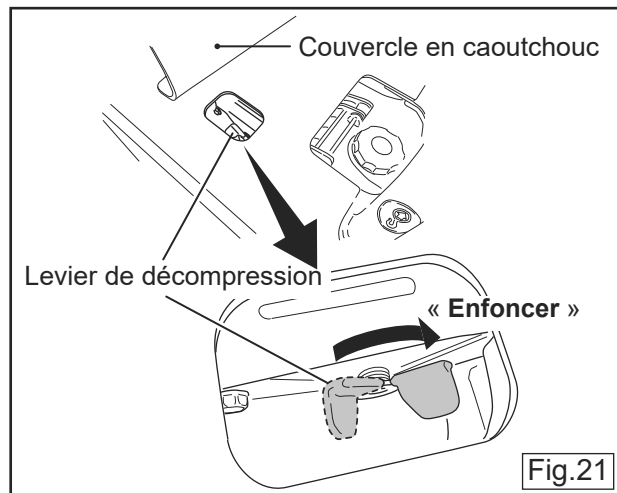

Fig.21
6.2 Enfoncez le levier de décompression et relâchez-le. Le levier de décompression revient automatiquement à sa position d'origine lorsque le moteur démarre. (Fig.21)